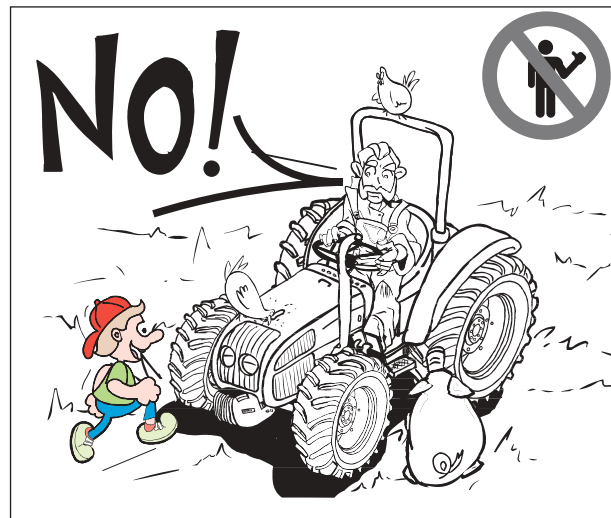

Fig. 16
**ATENCIÓN:** Su tractor ha sido proyectado para ser conducido por una sola persona. No permita que otras personas se suban a él ni a los implementos (Fig. 16). No permita a nadie subir sobre los implementos u otros equipamientos ni en los remolques, excepto en ciertos implementos para la cosecha, cuando está explícitamente previsto y sólo durante las operaciones de cosecha (no durante el transporte). Dichos equipos deben poseer indicaciones que definan el área donde subirse en seguridad. NO permita que los niños suban al tractor.